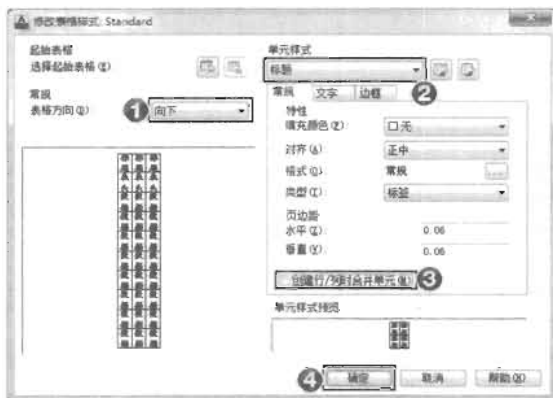

图 9-77
(1) 执行“绘图>表格”菜单命令，打开“插入表格”对话框，单击其中的“表格样式”按钮。
(2) 打开“表格样式”对话框，单击其中的“修改”按钮。
(3) 打开“修改表格样式：Standard”对话框，对 Standard 表格样式进行修改，如图 9-77 所示。